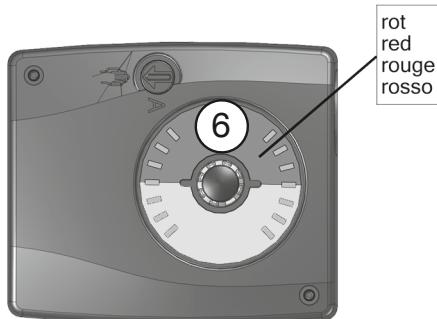

Fig. 16
- Impostare nuovamente l'interruttore di funzionamento (1) sul funzionamento automatico ruotando in senso antiorario di 90° con l'aiuto di un cacciavite, così facendo lo slot sarà in posizione verticale e la punta della freccia indicherà il simbolo "A" (fig. 16).